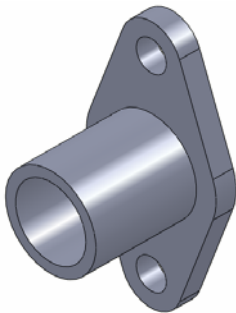

图 4-40 轴孔
⑮ 切除实体。单击拉伸切除按钮，设定拉伸的终止条件为“完全贯穿”，保持其他选项的系统默认值不变，点击确认按钮，完成轴孔的创建，如图 4-40 所示。